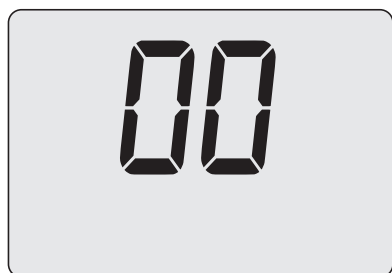

Figura 14.25
- Utilizzando i tasti 16 o 17 (Figura 14.21) è possibile modificare il valore del parametro P10 (00=**M270V.2025 HM**) (Figura 14.25).